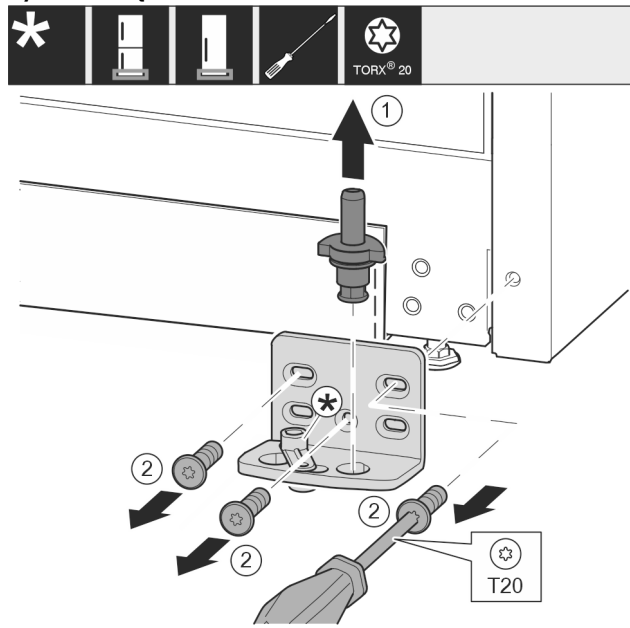

Fig. 9
- ▶ Kompletną płytkę zawiasu wyjąć w górę. Fig. 9 (1)
- ▶ Śruby wykręcić przy pomocy śrubokręta T20 i zdjąć płytkę zawiasu. Fig. 9 (2)